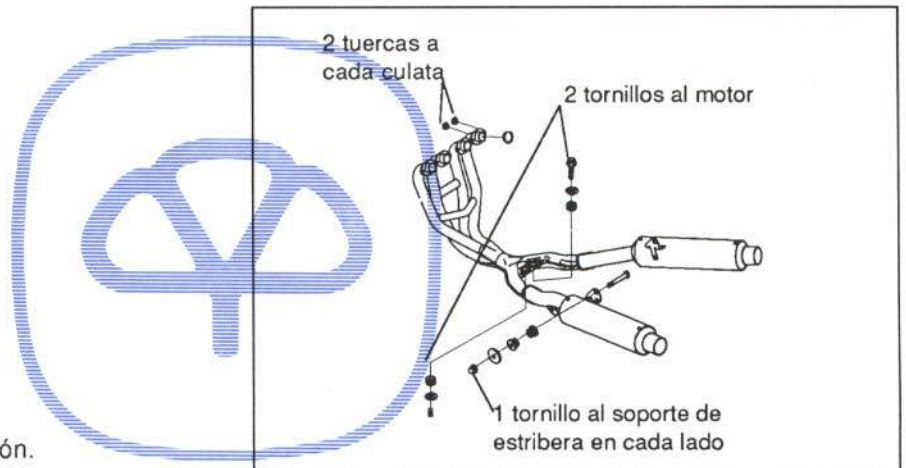

Figura 37.- Fijación del escape
En la figura 37 se muestra su fijación.
- Escape (figura 37)